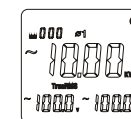

图8-1
- 4) 负载为三相四线制时，先按SELECT键选择第一相位φ1，如图8-1，显示相位φ1的视在功率kVA值，电压V值，电流A值。